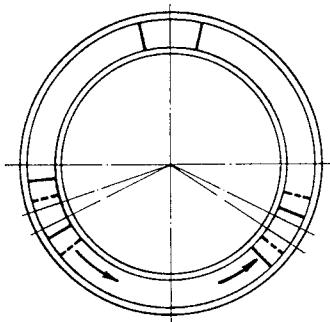

図1-23 左右対称に取付いていない場合は、一方の駒をわずかに上げ、他方の駒を同量だけ下げる。
- ② バランス駒の位置を調整する。
b. ピンを静かに抜いた場合、砥石が回転しスイングフレームの水平がくずれるようであれば、2個のバランス駒が左右対称に取付いていないことになる。この場合は、図1-23に示すように、一方の駒をわずかに上げ、また他方の駒を同量だけ下げる形で移動し、バランスがとれるまでこの作業をくり返す。